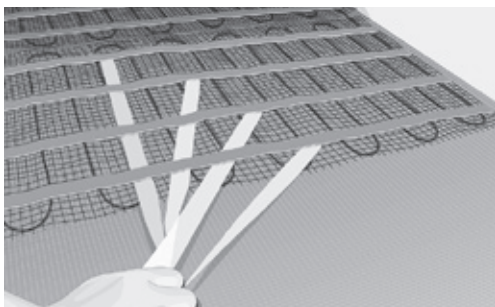

Fig. 8. Fjern dekkpapiret bak på tapen og fest matterenningene
12. Når matten(e) er plassert i henhold til tegningen og godt tilpasset på gulvflaten, fester du matterenningene til gulvet ved å fjerne dekkpapiret på den dobbeltsidige tapen, og trykker tapen lett ned. Fortsett prosedyren til hele matten er festet (fig. 8).